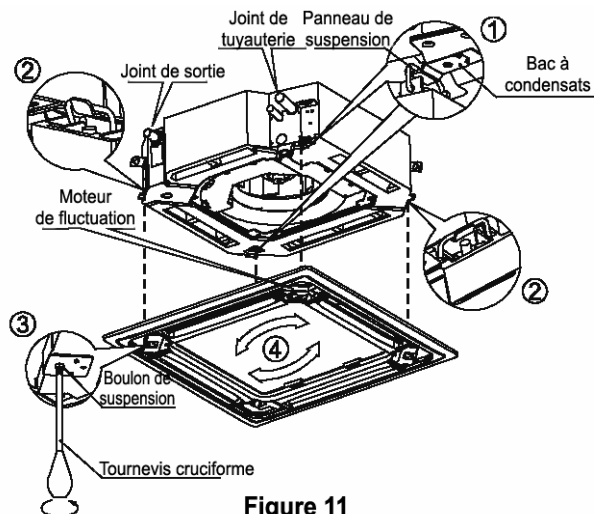

Figure 11
(3) Installez le panneau.
a. Alignez correctement le moteur de fluctuation du panneau et les joints de tuyauterie du corps principal. (cf. figure 11)
d. Régalez doucement le panneau en direction de la flèche de la figure 11 (4) pour faire coïncider le centre du panneau et le centre du trou au plafond. Assurez-vous que les boulons de suspension des quatre coins sont correctement fixés.